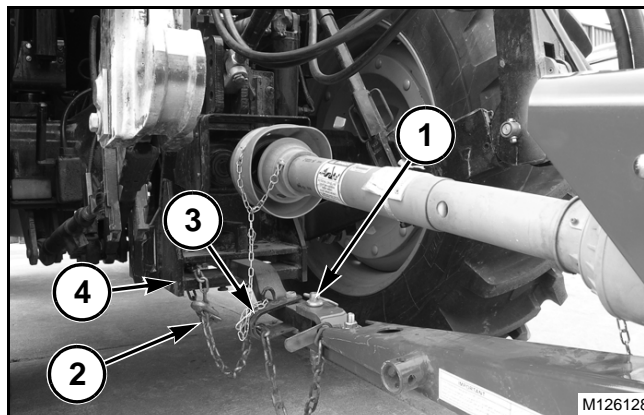

FIG. 33
FIG. 33: Conecte el tractor al implemento con un pasador de enganche (1) con un diámetro mínimo de 25 mm (1 pulg). Coloque la horquilla en el pasador del enganche.